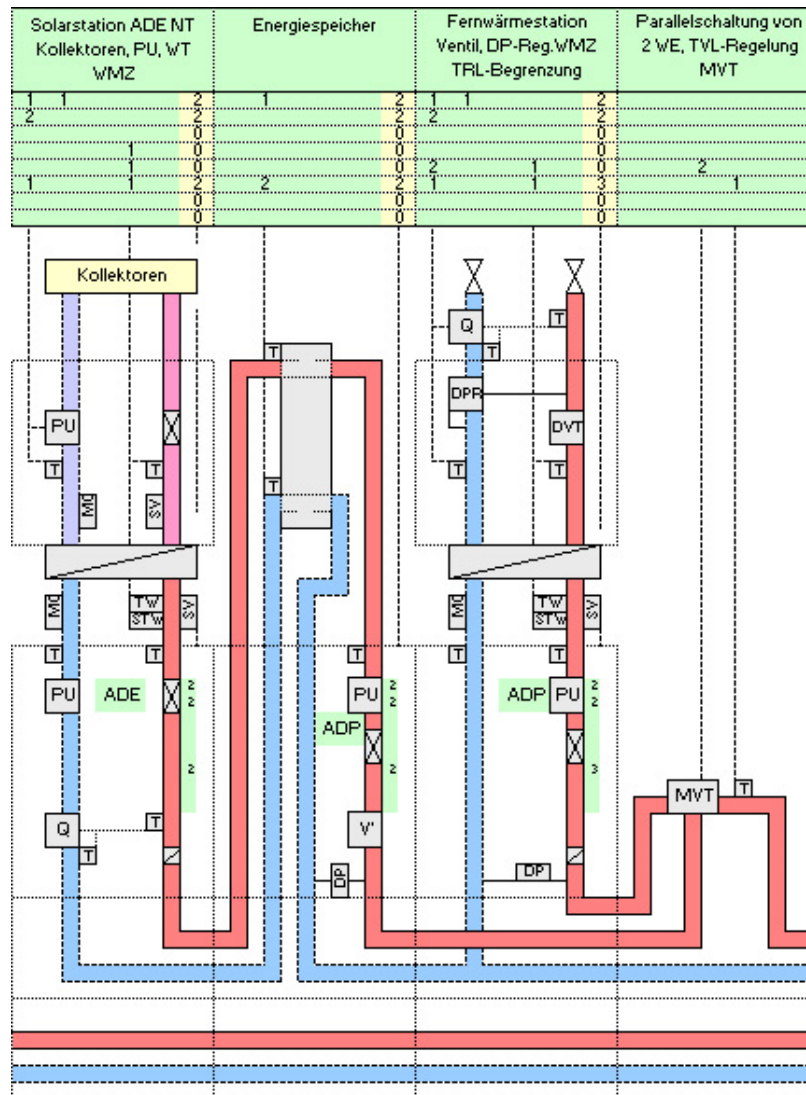

Bild 49
49. FW-Station HT und SO-Station mit ESP NT/HT, parallel über MVT (Bild 49)